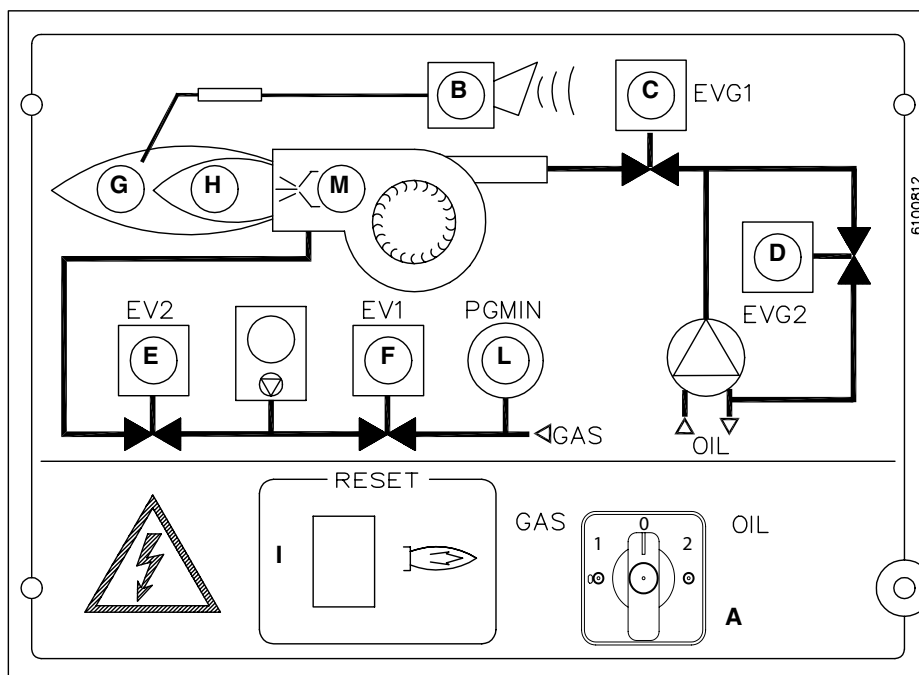

Рис. 27 Лицевая панель электропитания
- 2 После настройки горелки для работы на газе отключить горелку и выбрать работу на жидком топливе (OIL) с помощью селекторного переключателя **CM** (имеющегося на контрольной панели горелки - Рис. 27).